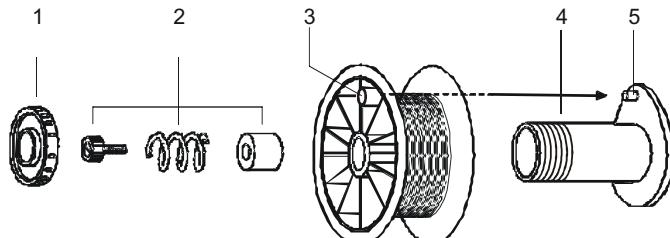

Fig.7 – Support de bobine de fil
- Positionner la bobine de fil sur son support (4-fig.7) en vérifiant que le trou de freinage (3-fig.7) reste correctement positionné sur le pivot de freinage (5-fig.7). En cas d'utilisation d'une bobine de fil en plastique, un adaptateur compatible doit être ajouté.
- 2 - Freinage de la bobine de fil (2-fig.7) en vérifiant que les avances et les arrêts de la bobine soient instantanés.